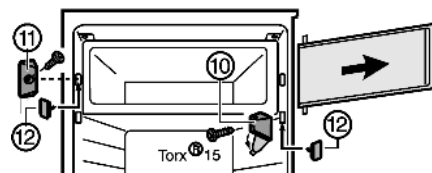

Fig. 6\*
- Ouvrir le cache du support d'appui Fig. 6 (10).\*
- Dévisser le support d'appui Fig. 6 (10) avec la porte du compartiment.\*
- Dévisser l'élément de fermeture Fig. 6 (11).\*
- Boucher les trous à l'aide du cache Fig. 6 (12) fourni.\*